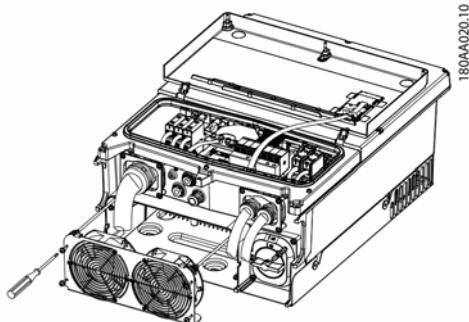

Figura 1.3
4. Le ventole si trovano sul lato inferiore dell'inverter. Staccare le 4 viti (TX 20) che fissano il gruppo ventola. V. figura 1.3.